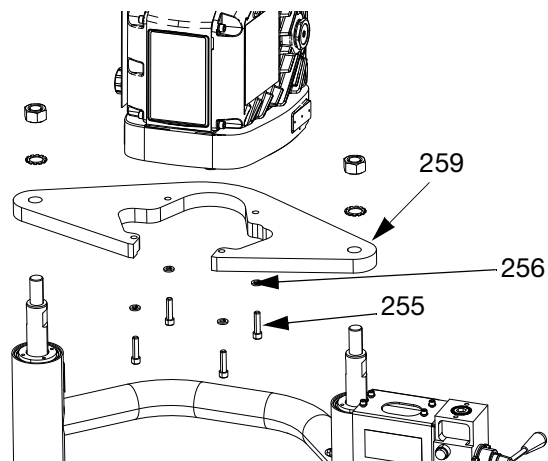

图 51: 配有柱塞的 D60
- b. *D60* 3 英寸柱塞供料单元: 从安装盘 (259) 上取下螺丝 (255) 和垫圈 (256)。使用安全起重机, 将驱动器 (AB) 放到安装板 (259) 上。参见图 51。
1. 使用安全的起重机，用螺丝 (255) 和垫圈 (256) 将驱动器 (AB) 固定到安装板 (259) 上。参见图 51 (第 53 页)。
3. 将电源连接至驱动器 (AB)。按照第 a 页上相反的次序执行第 e 步骤的 4-52。